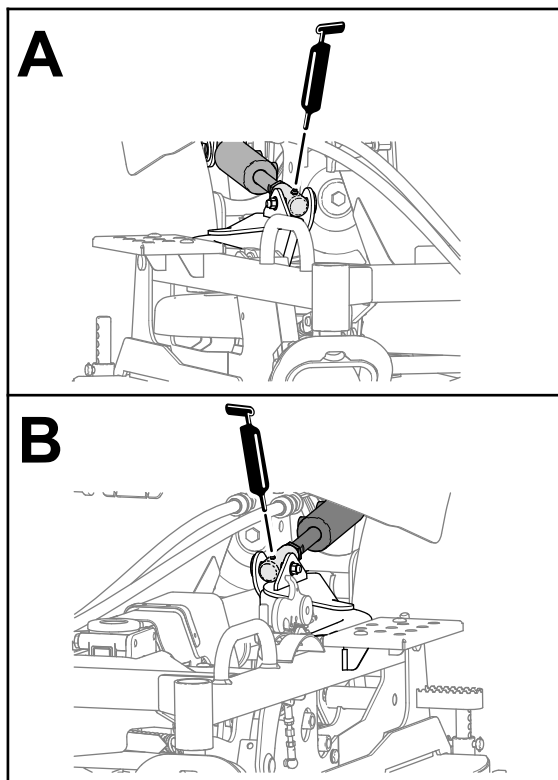

Bild 44
- Stangenanschlussstücke für die Mähwerkhubzylinder (Bild 44).